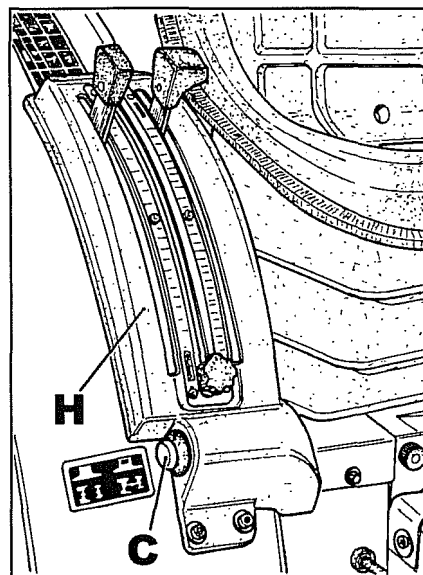

Fig. 2
Controlar luego si dicho magnetismo es anulado tanto accionando los pedales freno acoplados que pulsando el botón doble tracción **C** fig. 2. Si es así significa que el problema en la electroválvula es de tipo hidráulico (ver relativo párrafo).
- 10 Aflojar del guardabarros la protección **H** fig. 2 de las palancas mando elevador, luego desenroscar la virola que tiene el botón **C** de la doble tracción.